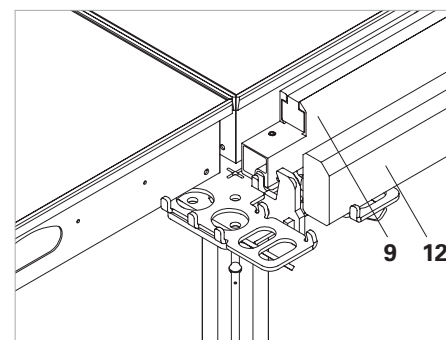

Fig. A5.13
- Orditura SRT-2 (9) o travetti SPH (12) di adattamento, o travetti squadrati a cura del cantiere, con $b = 3,8 - 8$ cm e $h = 9,8$ cm. (Fig. A5.13)